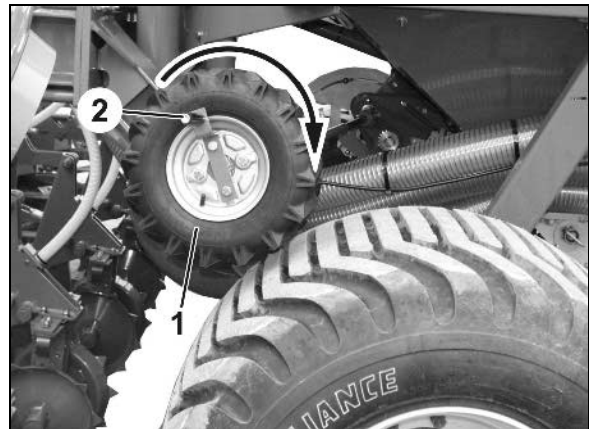

Рис. 66
9. Поворачивайте ведущее колесо при помощи рукоятки для установки сеялки на норму высева (Рис. 66/1) по направлению стрелки так долго, пока все камеры дозирующих валов не будут заполнены посевным материалом и не будет достигнут равномерный поток семян в лотки.
13. Поверните ведущее колесо при помощи рукоятки (Рис. 66/1) по направлению стрелки.